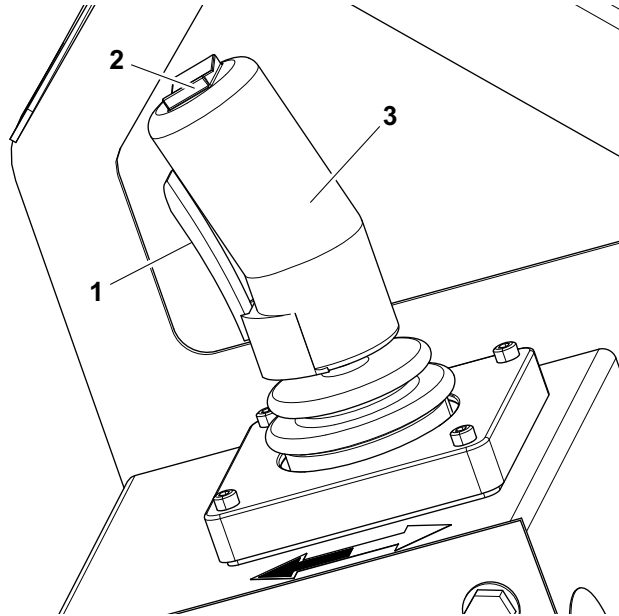

Figura 3-7. Componentes de Controle da Plataforma
(Item 2 - Figura 3-7.)
(Itens 1 e 3 - Figura 3-7.)
4. Mantenha pressionado o interruptor de gatilho e movimente o joystick para trás (subida da plataforma - sentido da seta branca) ou movimento o joystick para frente (descida da plataforma - sentido da seta preta) e segure até alcançar a elevação desejada. A função para de ser operada ao soltar o interruptor de gatilho ou mover o joystick de volta para a posição central. (*Itens 1 e 3 - Figura 3-7.*)